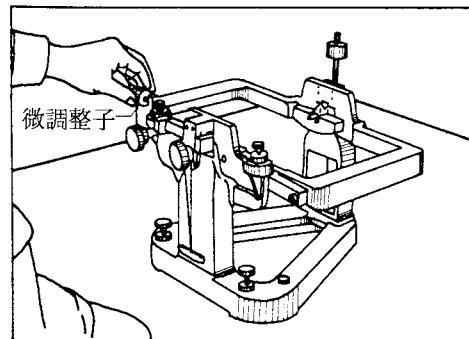

図1-13 微調整子をまわして天秤のバランスをとる
- ② バランスがとっていない場合は、微調整子を回して指針が目盛の「0」の位置に静止するように調整する(図1-13)。